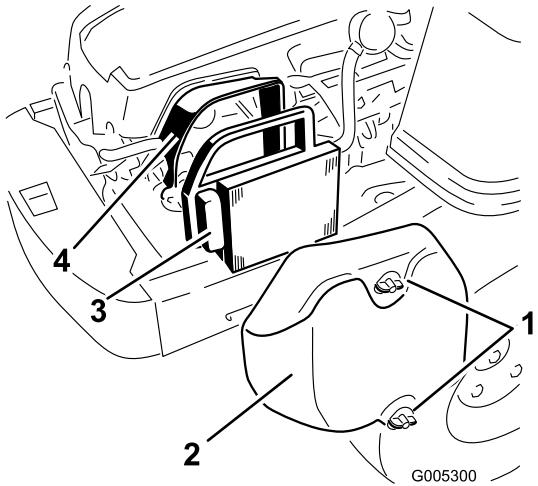

Figure 23
1. Déposez le couvercle du filtre à air (Figure 23).
2. Sortez l'élément du filtre à air avec le joint en caoutchouc intégré (Figure 23).
5. Installez l'élément en papier, côté plissé à l'extérieur, et engagez le joint en caoutchouc sur les bords de la base du filtre à air (Figure 23).
6. Reposez et fixez solidement le couvercle du filtre à air à l'aide des deux boutons (Figure 23).